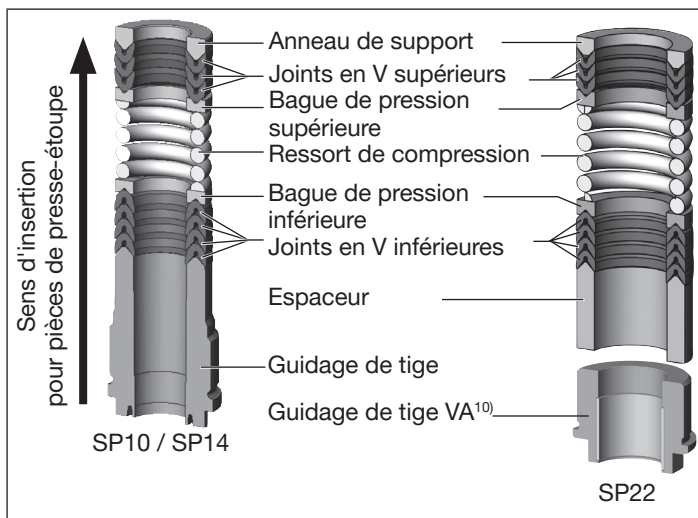

Figure 34 : Jeu de joints pour presse-étoupe
- Enfiler sur la tige les pièces détachées dans le sens et l'ordre prescrits (comme représenté sur « Figure 34 : Jeu de joints pour presse-étoupe »).